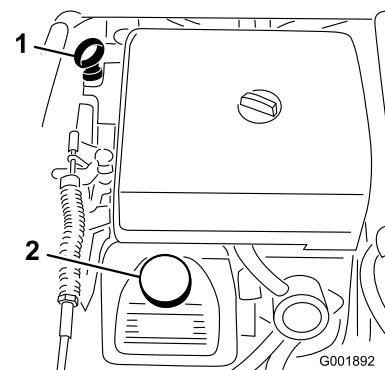

Figure 50
- Retirez la jauge et essuyez-la sur un chiffon propre (Figure 50). Remettez la jauge dans le tube en l'enfonçant au maximum. Sortez de nouveau la jauge et vérifiez le niveau d'huile.
- Si le niveau est trop bas, enlevez le bouchon de remplissage du couvre-culasse (Figure 50) et versez
8. Versez lentement environ 80% de la quantité d'huile spécifiée dans le goulot de remplissage (Figure 50).